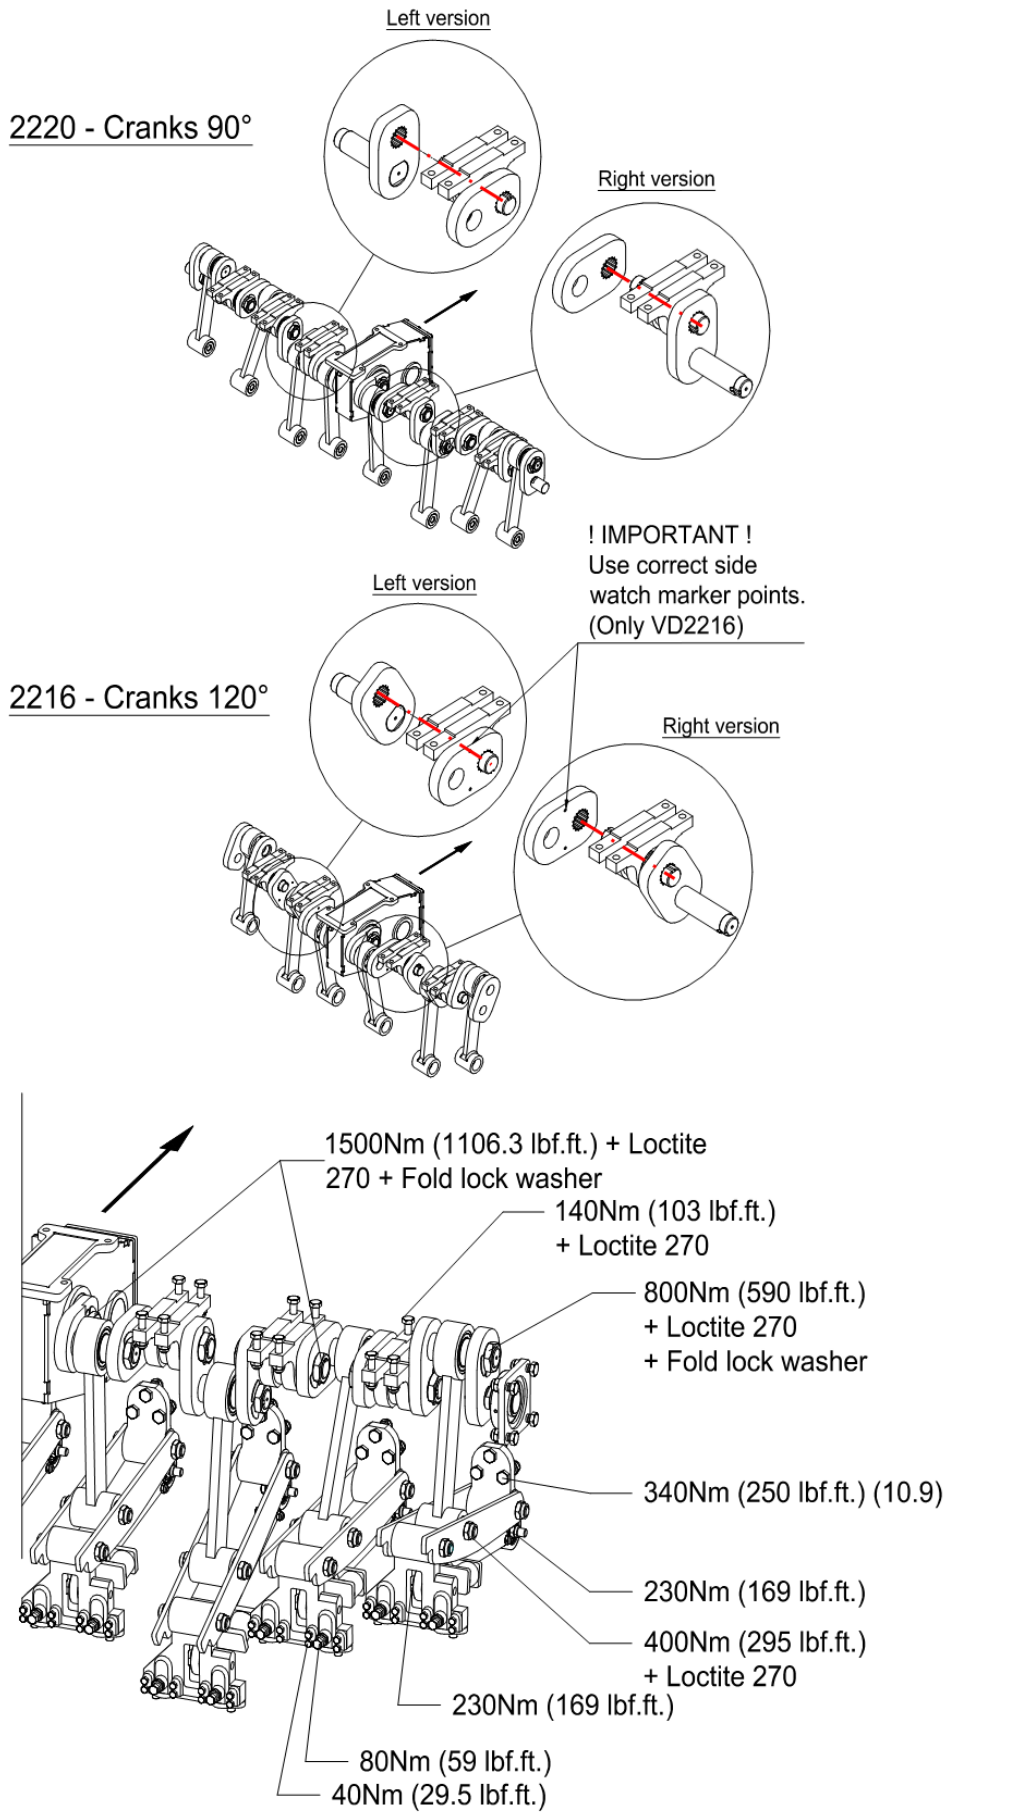

Fig. 15
2. Dra Big-end (13) något tillbaka så att komponent (12) frigörs.
3. Avlägsna vevstaken (14) av tappen (15) för att avlägsna.
5. Ta bort muttern (16), låsbricka (17) och vevstake (18) från växellådan.
6. Ta bort oljetättningsringen (19) med en skruvmejsel.
9. Rengör vevstake (20) och applicera silikon på splines.
10. Montera vevstake i rätt position.(bild 15)
12. Montera en ny låsbricka (17) och mutter (16). Använd Loctite på muttern.
13. Dra åt muttern (16) med föreskrivet vridmoment enligt bild 15.
I bild 15, visas vridmomenten för de viktigaste bultar/muttrar. Se till att bultarna och muttrarna till vilka dessa inställningar inte har angetts, dras åt lika mycket som liknande bultar och muttrar. När muttrar och bultar lossnar, kan man använda Loctite för att låsa dem.